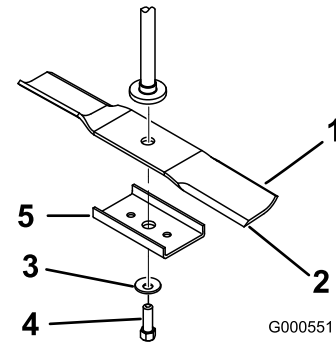

Figure 47
Tenez la lame à son extrémité avec un chiffon ou un gant épais. Enlevez de l'axe, le boulon, la rondelle bombée, le renfort et la lame (Figure 47).
1. Placez la lame sur l'axe (Figure 47).
- Montez le renfort, la rondelle bombée (face concave vers la lame) et le boulon de lame (Figure 47).